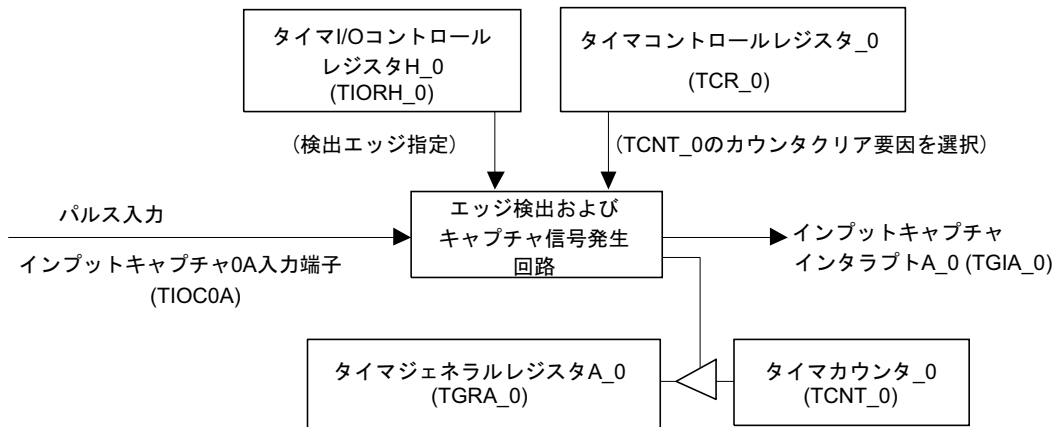

図 2.2 MTU/ch0 ブロック図
- (1) 本タスク例では、ch0を使用してパルスのHigh幅およびLow幅を測定します。
- (a) 図2.2にch0のブロック図を示します。本タスクでは、以下の機能を使用します。